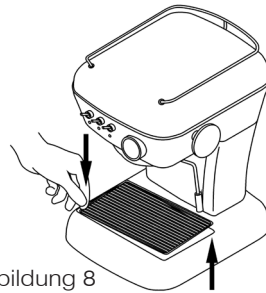

Abbildung 8
- Nehmen Sie die Schale ⑪ regelmäßig zur Reinigung heraus. Siehe Füllstandsanzeige der Schale (Abbildung 8)